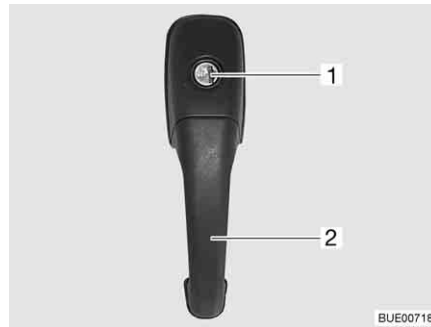

Bild 56 Türschloss Eingangstür, außen
- Schlüssel in Schließzylinder (Bild 56,1) stecken und drehen, bis das Türschloss entriegelt ist.
- Am Türgriff (Bild 56,2) ziehen. Die Tür ist geöffnet.
- Schlüssel in Schließzylinder (Bild 56,1) stecken und drehen, bis das Türschloss verriegelt ist.